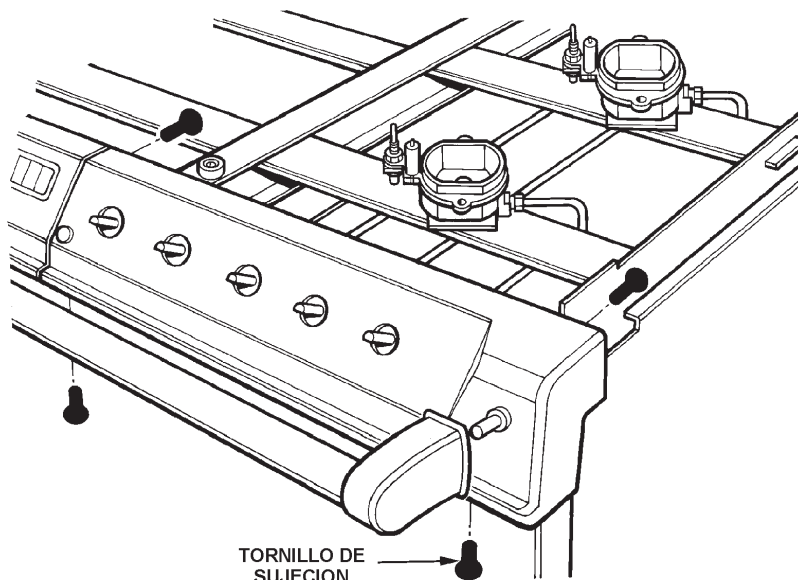

Fig. 24
4. Quitar los tornillos fijadores del panel de control (4 por soporte)(Ver Fig.24). Cuando quite los tornillos, mantenga el soporte.
D. QUITAR LA BARRA FRONTAL (VER FIG. 24)
1. Afloje los 2 tornillos, uno a cada punta de la barra frontal (Ver fig. 24) usando la llave de 2 1/2 mm.